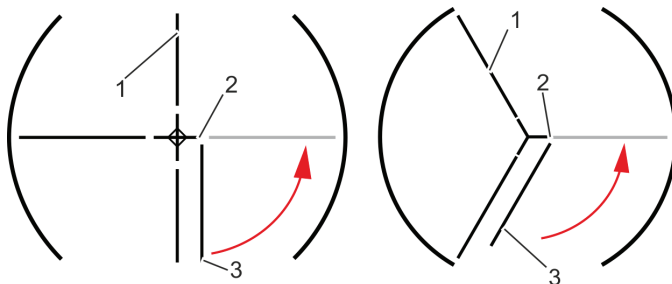

Рис. 46 Разблокировка створки (четыре и три створки)
1. Разблокировать фиксатор на створке (рис. 46/3), повернув ручку на крестовине (рис. 46/2) в сторону.
Один человек должен держать створку у входа (рис. 46/1).
3. Переместить створку (рис. 46/3) в направлении, указанном стрелкой на рис. 46.